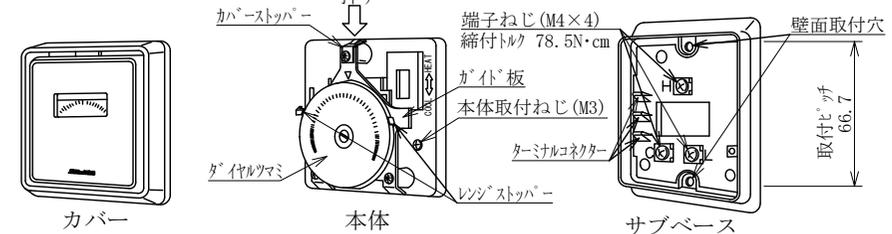

図1 ARS-C120(S), C130(S), C140(S) 形
- 取付、配線は次の手順で行ってください。(図1、図2参照)